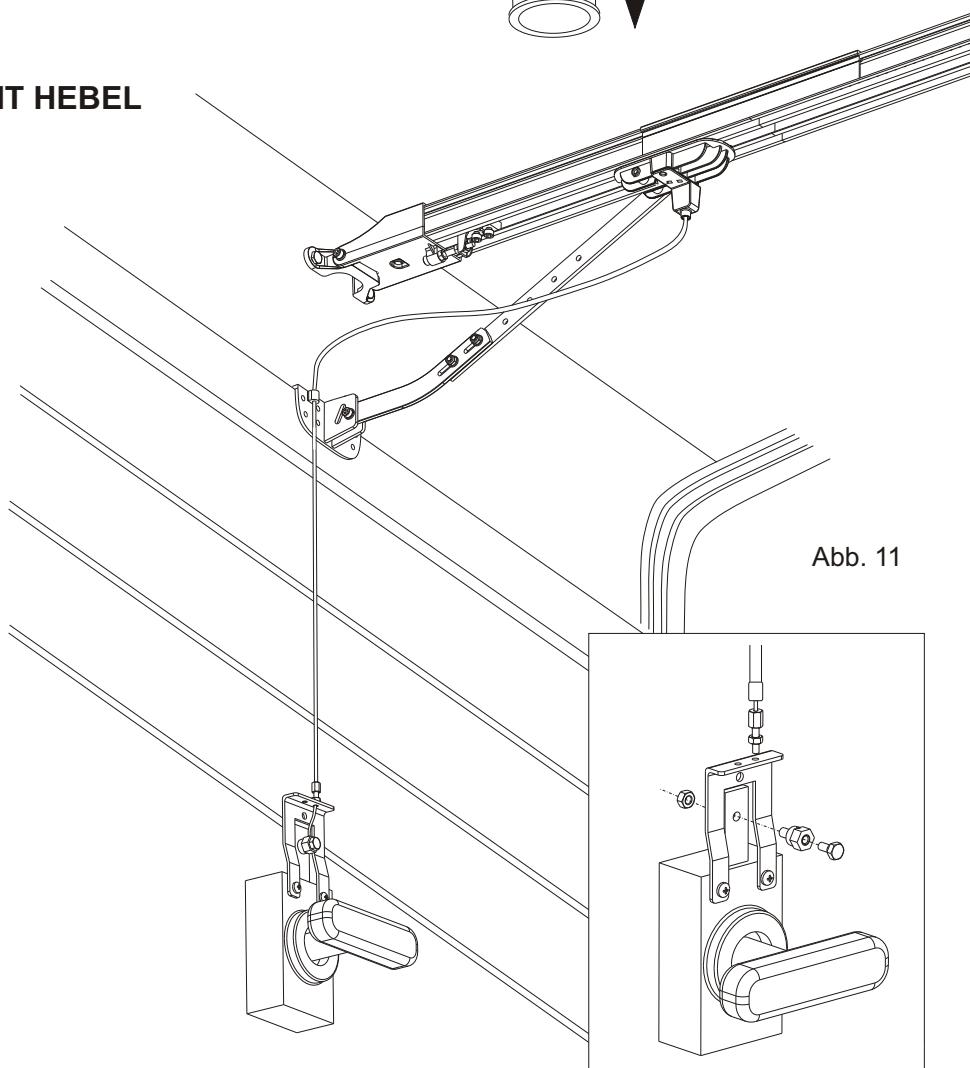

Abb. 11
- Den Hebel drehen und die Tür manuell öffnen (Abb. 11).